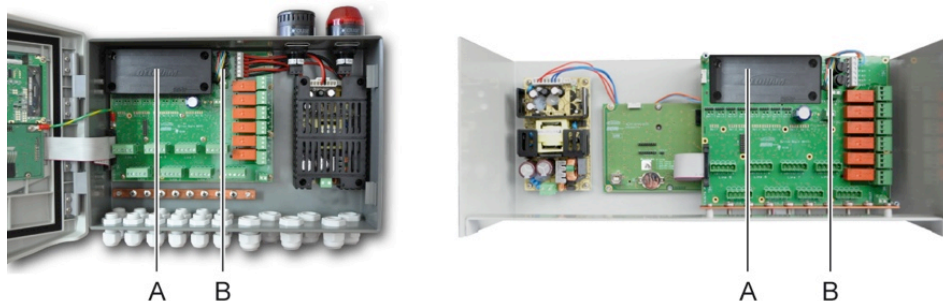

Figure 31 : mise en place du pack batterie.
2. Raccorder le connecteur du pack batterie au connecteur (Figure 31, rep. B) de la carte. Un détrompeur interdit toute erreur de branchement.